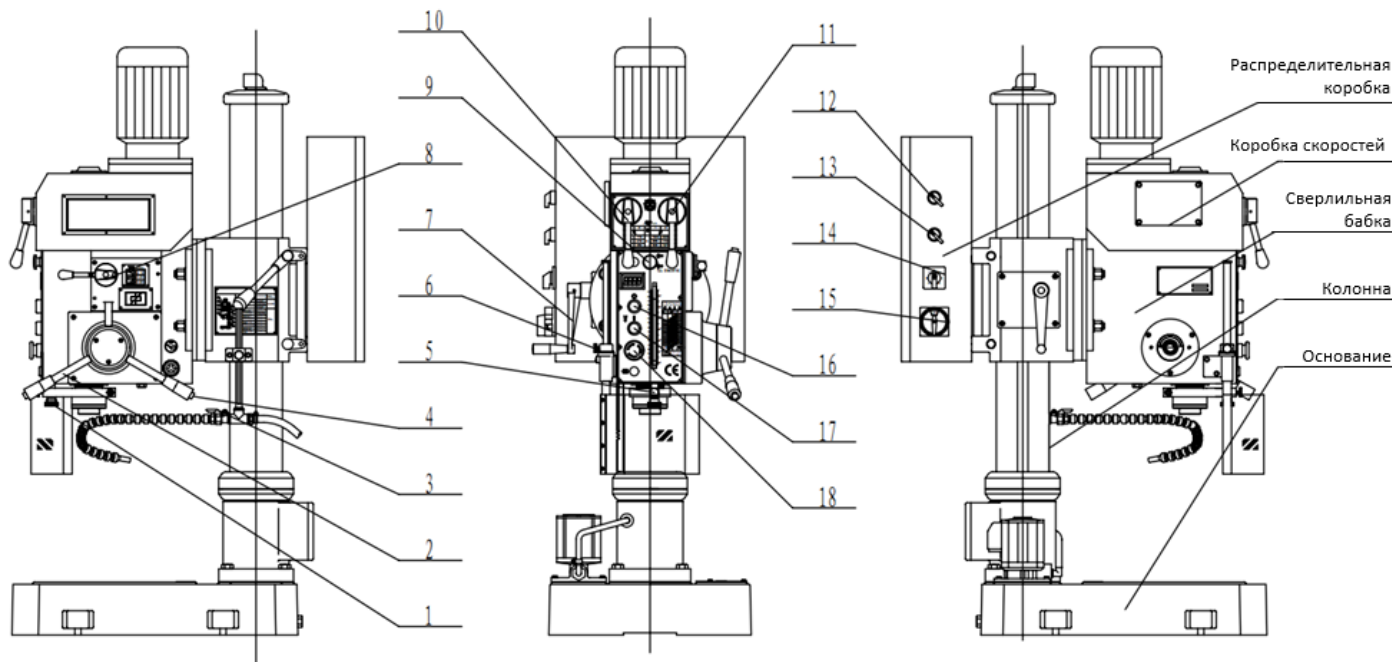

Рис. 1
Шпиндель станка приводится в движение двухскоростным мотором. Для включения станка переведите главный выключатель (15, рис.1) в положение «ON». На панели управления головки станка зажжется индикатор сети. Выберите необходимую скорость вращения шпинделя, пользуясь переключателями (10, 11, 14, рис.1). Проверьте, что кнопка аварийного останова не нажата, в противном случае поверните ее против часовой стрелки для освобождения. Защитный экран должен быть закрыт. При открытом экране станок не запустится. Включите вращение шпинделя, нажав на кнопку (17, рис.1)
Пользуясь таблицей, расположенной на передней части сверлильной головки, выберите необходимую скорость и установите требуемые положения ручек (10, 11, 14, рис.1) Существует два способа подачи по требованиям конкретных условий обработки:
Ручная подача: На сверлильной бабке справа расположены три рычага подачи (2, рис.1). Установите переключатель (13, рис.1) на режим сверления. Возьмитесь за любой из трёх рычагов и опустите вниз. Шпиндель начнёт двигаться вниз, если рычаг поворачивать против часовой стрелки. Шпиндель начнёт двигаться вверх, если рычаг поворачивать по часовой стрелке.
рис.1) на режим сверления. Запустите шпиндель (17, рис.1). Поверните рычаг подачи пиноли на себя и нажмите на кнопку (4, рис.1). Включится автоподача. После достижения заданной глубины сверления или при повороте рычага от себя автоподача отключится и пиноль вернется в исходное положение.
Для серийного производства необходимо задать глубину сверления. Для этого существует шкала спереди сверлильной бабки. Ослабьте винт с накаткой (5, рис.1) поворотом рукоятки (1, рис.1), перемещением шкалы задайте нужную глубину, затяните винт (5). Теперь глубина сверления задана.
Установите требуемую скорость вращения шпинделя положением ручек (10, 11, 14, рис.1). Установите переключатель (13, рис.1) в режим нарезания резьбы. Запустите шпиндель (17, рис.1) Поверните рычаг подачи (2) и приблизьте метчик к заготовке. Необходимо приложить некоторое усилие (в зависимости от размера резьбы) для входа метчика в отверстие. При достижении необходимой глубины нарезания резьбы нажмите на кнопку (4, рис.1), направление движения шпинделя сменится на противоположное и метчик выйдет из заготовки. Также реверс автоматически включается при достижении заданной глубины сверления. После возвращения пиноли в исходное положение направление движения вернется к первоначальному.
Остановить станок можно, нажав на кнопку (16, рис.1). Если требуется аварийная остановка при работе, нажмите кнопку аварийной остановки (18, рис.1), что приведёт к отключению станка. Остановка станка произойдет в том случае, если защитный экран будет открыт.
Станок оснащён устройством быстрой смены режущего инструмента, управляемым рукояткой (9, рис.1). Надавите рукоятку (9) в направлении сверлильной бабки, если требуется установка режущего инструмента. При снятии инструмента надо немного выкатить пиноль, вытянуть рукоятку (9), и, придерживая режущий инструмент левой рукой, поднимите пиноль, инструмент выпадет вниз.